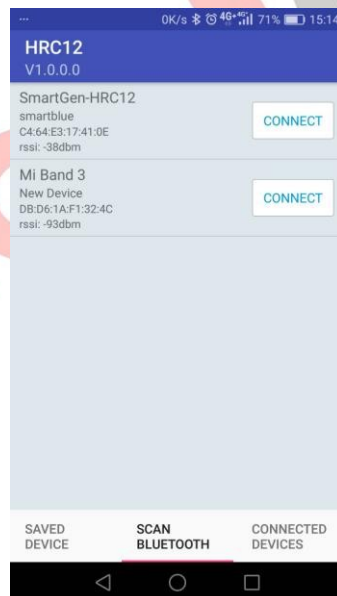

Рис. 6 Інтерфейс сканування Bluetooth
(2) Натисніть на сторінку «Сканування Bluetooth», розгорніть меню та оновіть, як показано на рис. 6 «Інтерфейс сканування Bluetooth». Відображення вмісту: